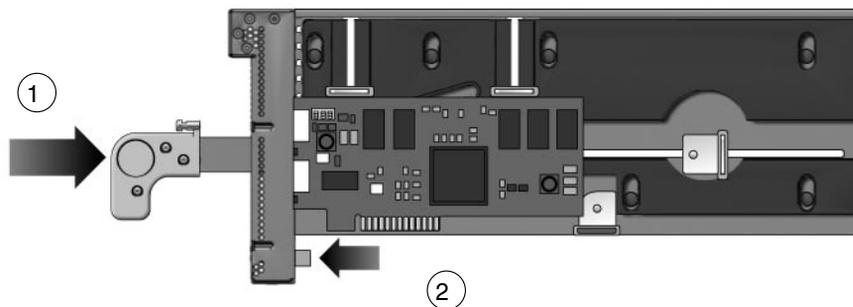

FIGURE 3-10 Fermeture de la poignée du chariot
4. Appuyez sur le loquet de verrouillage (FIGURE 3-10) tout en poussant la poignée du chariot pour la fermer.